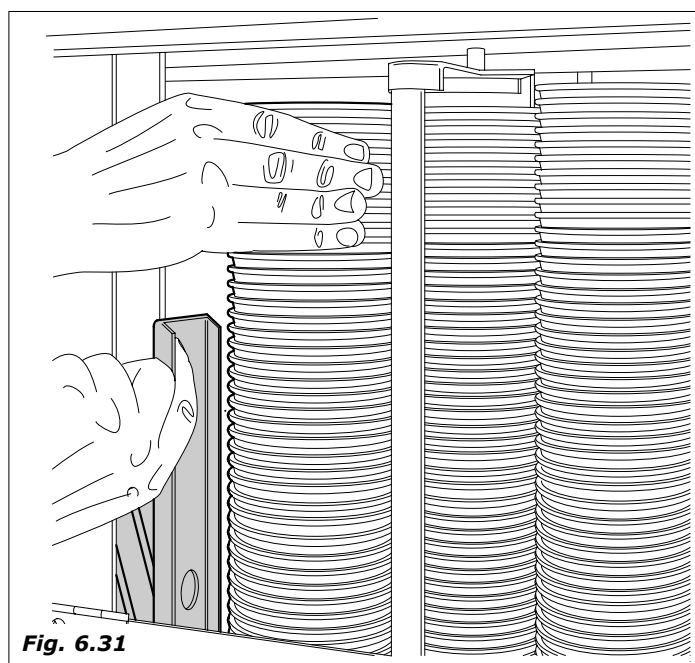

Fig. 6.31
- completar entonces la carga introduciendo dos columnas de vasos en el lado izquierdo (Fig. 6.31).